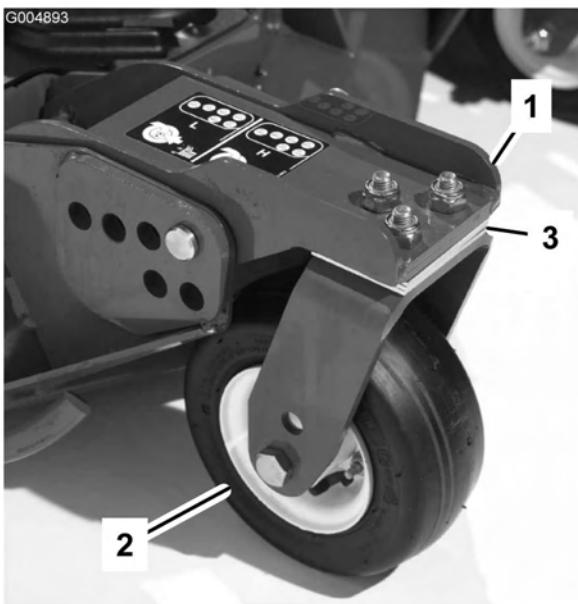

Bild 83
- Entfernen Sie die Schrauben und Muttern, mit denen das vordere Laufrad an der Laufradgabel befestigt wird (Bild 83).